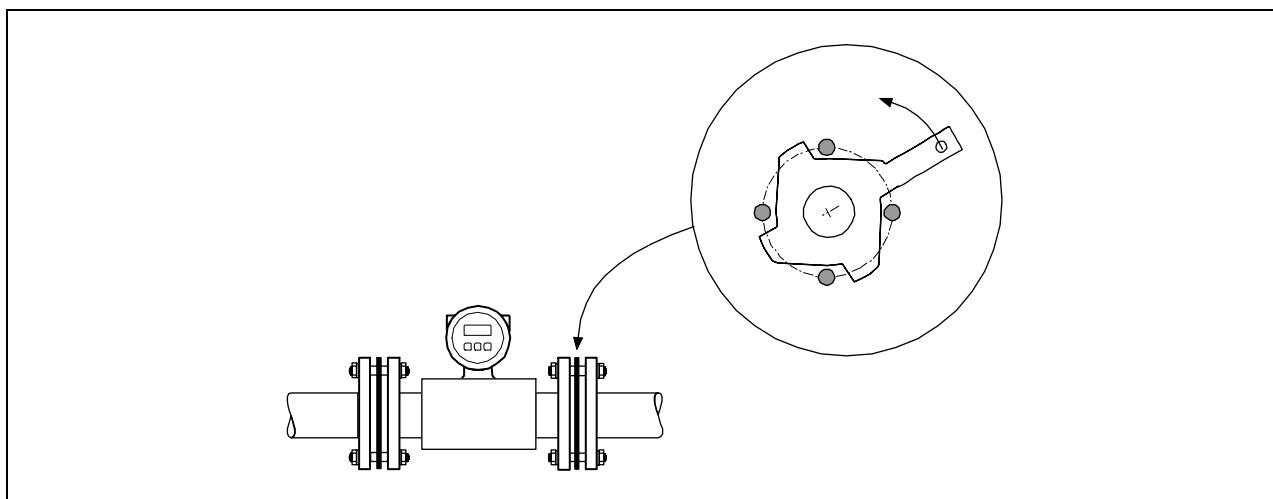

Рис. 18: Монтаж дисков заземления / пластин защиты облицовки (Разработано для ДУ от 15 до 300, как показано)
1. Поместите диск и дополнительные уплотнители между фланцем устройства и фланцем трубы (смотрите Рис. 18).
3. Теперь поворачивайте диск, как показано на Рис. 18 пока рукоятка не упрется в болты. Это приведет к автоматической центровке диска.